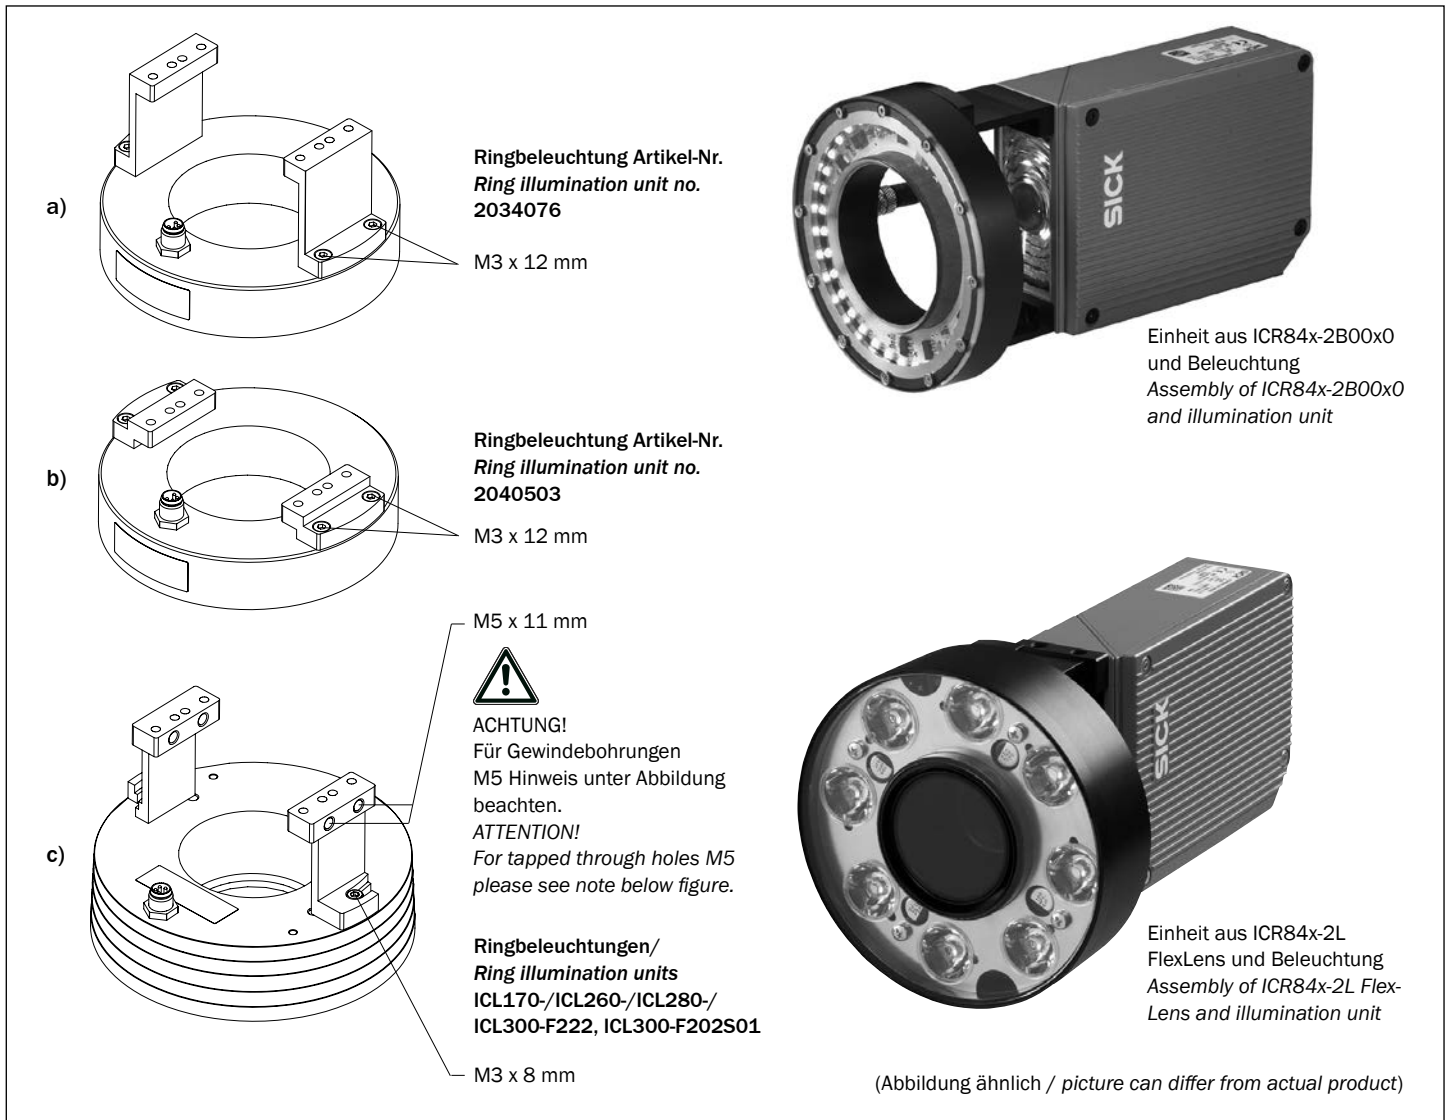

Abb. 4: Montage der Befestigungswinkel an der Ringbeleuchtung / Fig. 4: Mounting the brackets on the ring illumination unit
- Abgerundetes Ende des Befestigungswinkels für Montage an der Ringbeleuchtung, eckiges Ende für den ICR84x-2 (Abb. 4 a, b, c).
- Use the rounded end of the mounting bracket for fitting on the ring illumination, the square end for the ICR84x-2 (Fig. 4 a, b, c).
Die Gewindebohrungen M5 der Befestigungswinkel (Abb. 4 c) NICHT zur Montage des ICR84x-2L und der Beleuchtung gemeinsam an einer Halterung verwenden.
Do NOT use the tapped through holes M5 in the mounting brackets (Fig. 4 c) for fitting the ICR84x-2L together with the ring illumination unit to a holder.